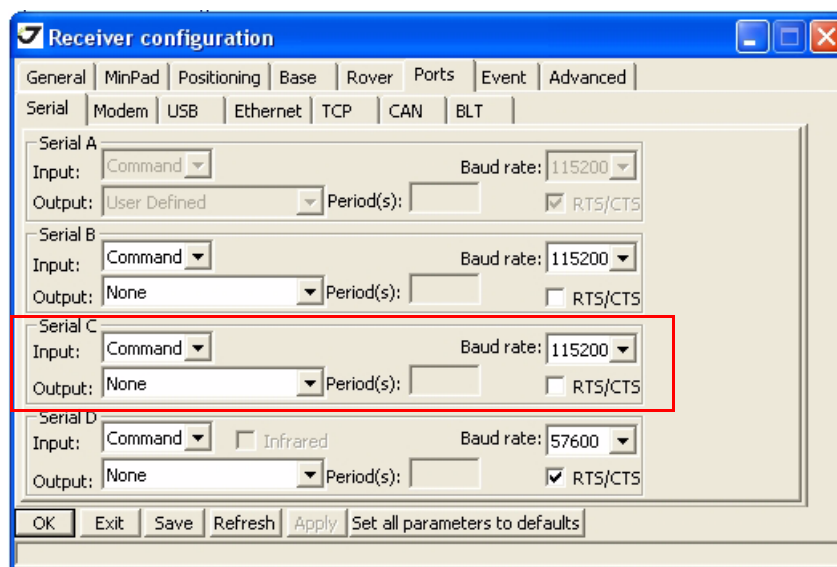

Рисунок 3-12. Настройки базы и ровера для RTK съемки – Ports
10. Для съемки в режиме RTK перейдите в закладку *Ports* произведите настройки следующих параметров (Табл. 5), затем нажмите *Apply* (Рисунок 3-12 на стр. 48).